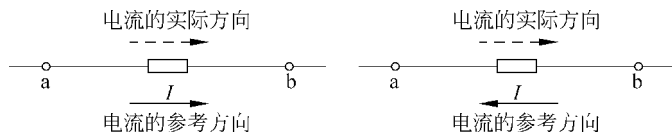

图 1-3 电流的参考方向与实际方向的关系
(1) 电流的实际方向: 正电荷运动的方向。
(2) 电流的参考方向: 电路分析计算时,人为规定的电流方向。可用带箭头的直线表示,如图 1-3 所示;也可用双下标表示,如 i_{ab} 表示电流的参考方向由 a 指向 b。
(3) 实际方向与参考方向的关系: 根据参考方向分析计算电流时, 若所得结果为正 ($I > 0$), 说明电流的实际方向与参考方向相同; 若所得结果为负 ($I < 0$), 说明电流的实际方向与参考方向相反。